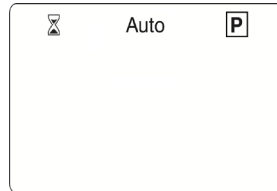

Fig. 14
- 1) Apăsați tastela (▶) până când va fi evidențiat printr-un chenar simbolul **P** programului, ca în Fig. 14;
- 1) Apăsați tasta (▶) până când fa vi evidențiat printr-un chenar simbolul **P** programului, ca în Fig. 14;